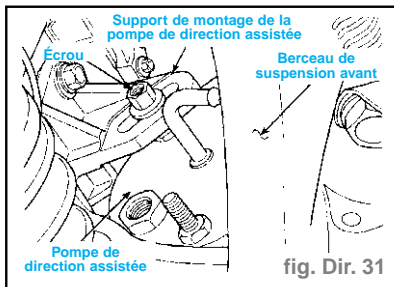

fig. Dir. 31
- Déposer l'écrou fixant l'arrière de la pompe de direction assistée au support de montage de fonte. (fig. Dir. 31)
- Poser la pompe de direction assistée sur son support de montage moulé et poser sans serrer l'écrou qui maintient la pompe en place (fig. Dir. 31)